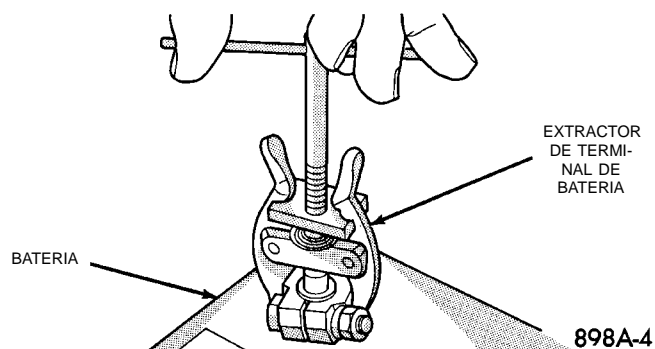

Fig. 16 Retire la abrazadera de los terminales de la batería - característico
(1) Coloque el interruptor de encendido en posición OFF. Asegúrese de que estén desconectados todos los accesorios eléctricos.
(2) Afloje las abrazaderas de los terminales de los cables y retire los dos cables de la batería, comenzando por el negativo. Si fuese necesario, emplee un extractor para quitar las abrazaderas de los terminales de los bornes de la batería (Fig. 16).